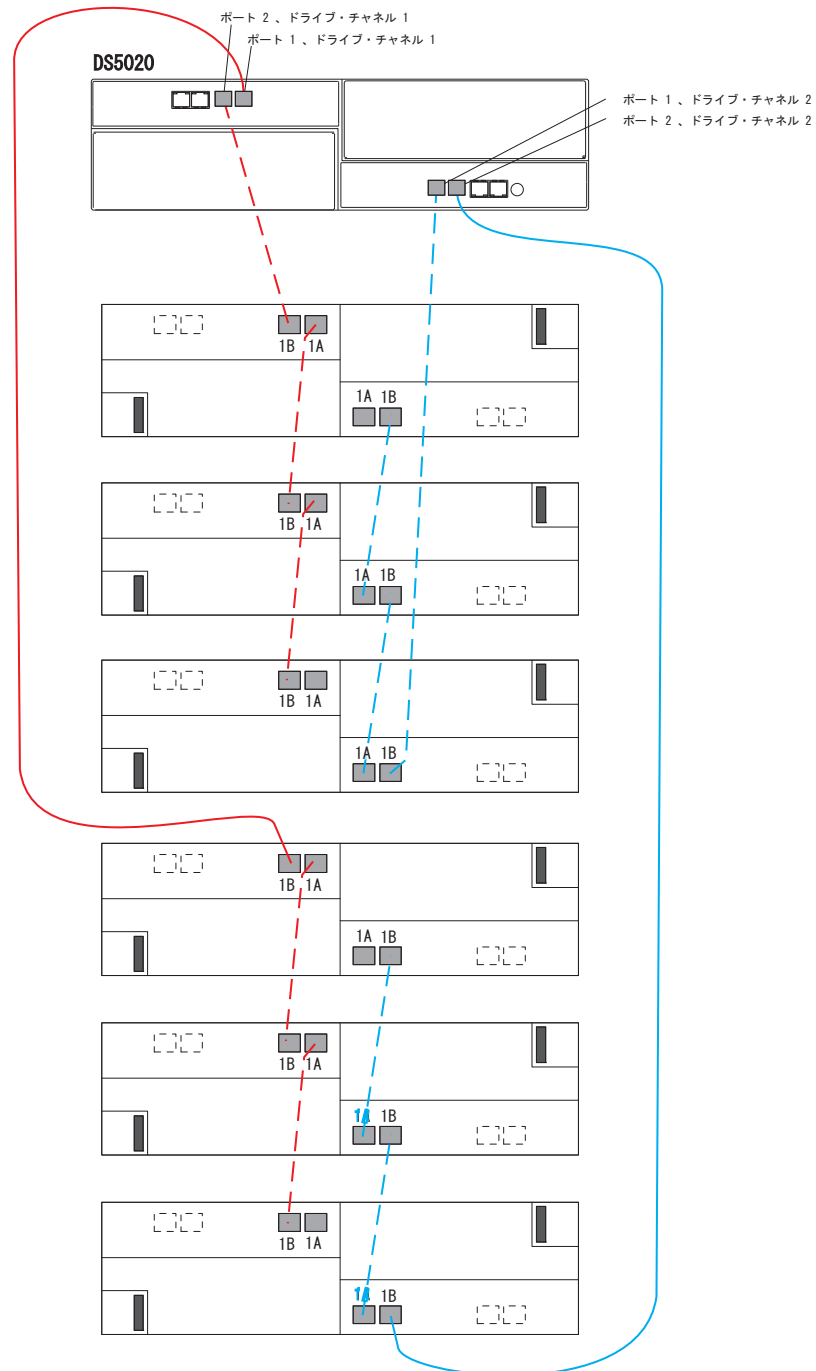

図 42. 1 つの DS5020 と最大 6 つのストレージ拡張エンクロージャーのケーブル接続
1 つの DS5020 ストレージ・サブシステムと 6 つまでのストレージ拡張エンクロージャーをケーブル接続する場合、図 42 に正しいケーブル接続トポロジーが示してあります。
7. 6 個のストレージ拡張エンクロージャーを DS5020 に接続する場合、両方のドライブ・チャンネル内のすべてのポートを使用します。ケーブル接続トポロジについては、76 ページの図 42 を参照してください。